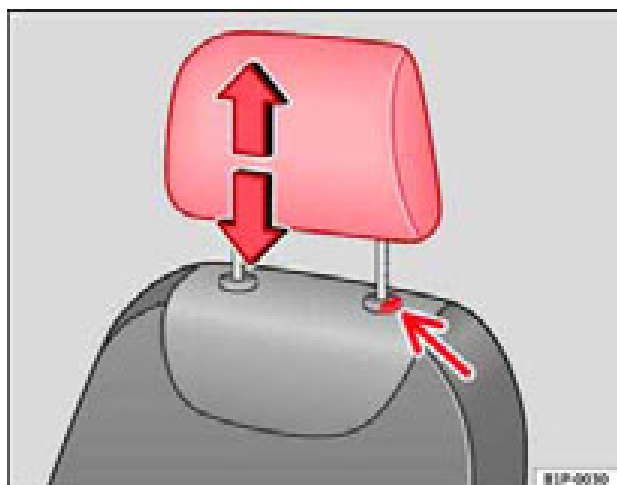

Fig. 90 Ajuste o desmontaje del apoyacabezas
- Pulse la tecla ⇒ fig. 90 (flecha).